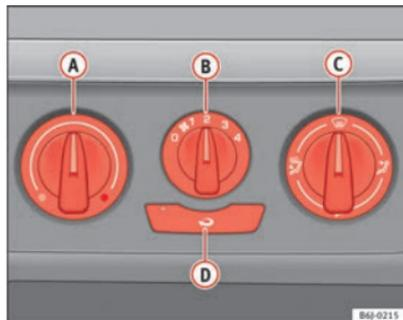

Fig. 90 Sur la planche de bord : éléments de commande du chauffage
- Tournez le régulateur de température **A** ⇒ fig. 90 vers la gauche.
- Tournez le régulateur de température **A** ⇒ fig. 90 vers la droite pour sélectionner la puissance de chauffage souhaitée.
- Tournez le régulateur de température **A** ⇒ fig. 90 vers la droite jusqu'à la puissance de chauffage maximum.
- Tournez le régulateur de température (A) ⇒ fig. 90 vers la zone de chauffage.
- Placez la commande de soufflante (B) sur l'une des vitesses 2-3.
- Fermez les diffuseurs (3).
- Ouvrez et orientez les diffuseurs (4) vers les fenêtres latérales.